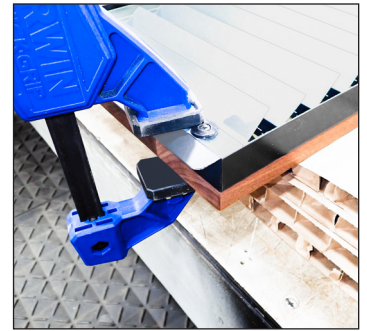

Abb. 2. Verkleidung und Gitter an den Ecken aneinander ausrichten. Die Verkleidung ist etwas größer als das Gitter.
3. Das Gitter mit der Vorderseite nach unten zeigend auf die Verkleidung legen. Anschließend das Gitter und die Verkleidung aneinander ausrichten. Siehe Abb. 2.
4. Gitter und Verkleidung dafür festklemmen. Siehe Abb. 2.